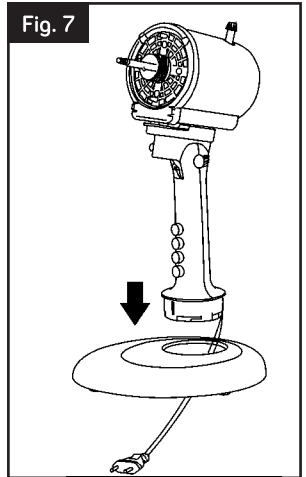

Fig. 8
7. Rosque en sentido horario para bloquear (fig.8).